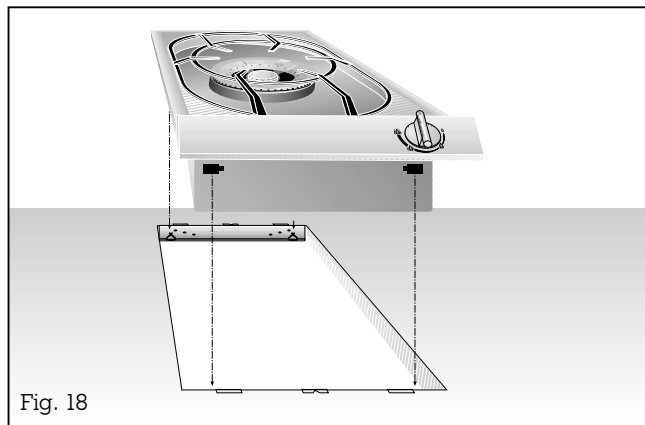

Fig. 18
- **Inserite l'apparecchio nel piano di lavoro.** Accertatevi che le sporgenze d'incastro dell'apparecchio poggino esattamente sulle molle di bloccaggio. Spingete fermamente l'apparecchio nel piano di lavoro. Le sporgenze si incastrano nelle molle (Fig. 18).